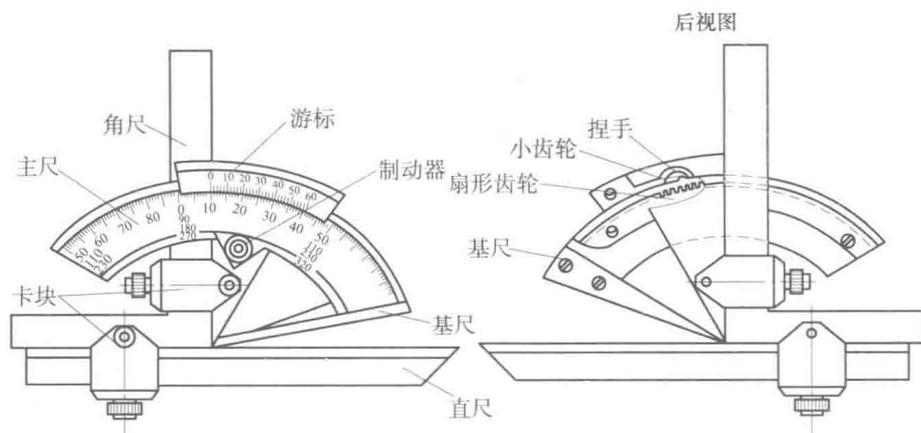
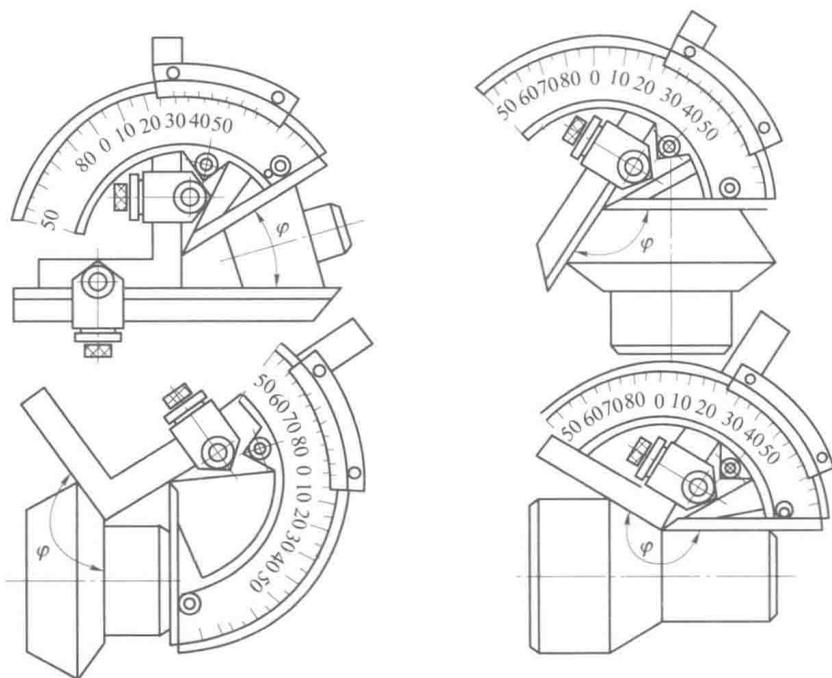

图 1-17 万能角度尺
图 1-18 万能角度尺的使用
(2) 万能角度尺。万能角度尺由主尺、基尺、游标、角尺、直尺、卡块、制动器组成,如图1-17所示。捏手可通过小齿轮转动扇形齿轮,使基尺改变角度,带动主尺沿游标转动,角尺和直尺可以配合使用,也可以单独使用。用万能角度尺测量工件角度的方法如图1-18所示。它可以测量 $0^\circ \sim 320^\circ$ 的任何角度。主尺上每相邻两条线间夹角为 1° ,游标尺上也有刻度线,是取主尺的 29° 等分为30格刻线,所以游标尺上每相邻两条刻线间夹角为